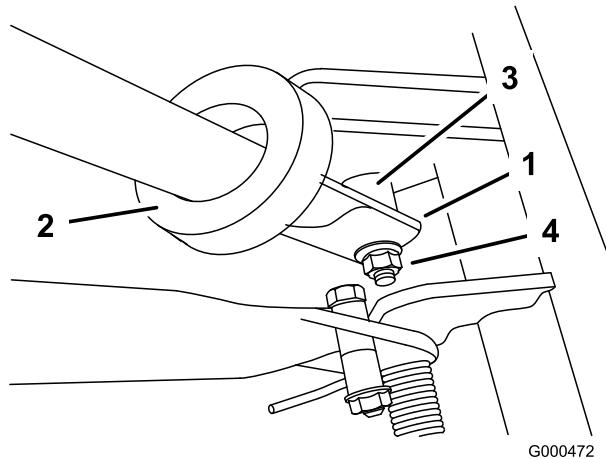

Figura 5
2. Inserite le estremità della stegola nelle fessure dei bracci di supporto della stegola (Figura 5).
3. Premete verso l'interno le estremità della stegola e montatele sul gradino del perno di articolazione (Figura 5).
4. Fissate la stegola al bullone ed al perno di articolazione con il dado di bloccaggio flangiato (Figura 5).